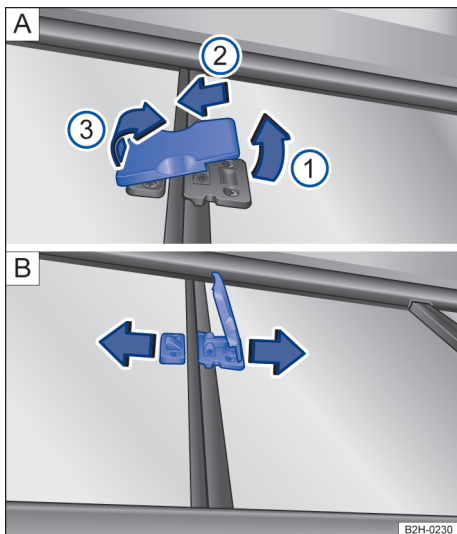

Fig. 58 No painel divisório da capota rígida do compartimento de carga: travamento do vidro corredeiro.
- Puxar levemente o travamento para cima → Fig. 58 ①.
- Empurrar o travamento na direção da seta até o batente ②.
- Rebatê-lo para fora ③.
- Fechar o vidro corredeiro no sentido contrário à seta → Fig. 58 B.
- Rebatê-lo para dentro ③.
- Empurrar o travamento no sentido contrário à seta até o batente ②.
- Rebatê-lo de volta o travamento no sentido contrário à seta ①.